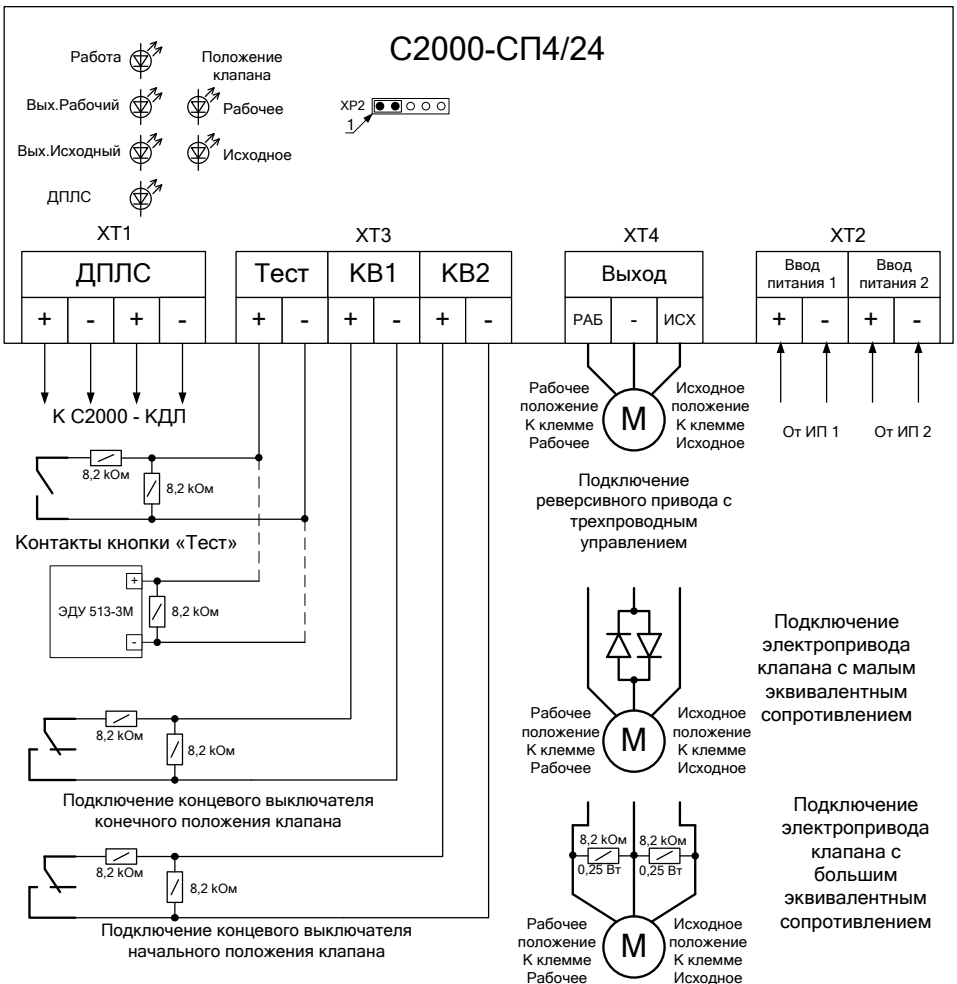

Рисунок 1. Схема внешних соединений.
2.1.6 При подключении к блоку исполнительных устройств с эквивалентным сопротивлением от 250 Ом до 50 кОм подключение осуществляется напрямую, установки каких либо дополнительных элементов не требуется (см. рис.1).
2.1.7 При эквивалентном сопротивлении нагрузки менее 250 Ом необходимо последовательно с исполнительным устройством подключить диод соответствующей мощности (1N4007, если рабочий ток не превышает 1А либо 1N5406 при рабочем токе более 1А), установить который необходимо в непосредственной близости от исполнительного устройства (см. рис.1). При питании от источника переменного напряжения необходимо установить 2 диода встречно параллельно.
2.1.8 При эквивалентном сопротивлении нагрузки более 50 кОм необходимо параллельно с исполнительным устройством подключить резистор номиналом менее 50 кОм соответствующей мощности (рекомендуемый номинал 8,2 кОм – 0,25 Вт), установить который необходимо вблизи от исполнительного устройства (см. рис.1).
2.2.6 Подключение концевых выключателей выполнить согласно схеме (Рис.1).
2.3.7 ЭДУ 513-3М, УДП 513-3М и иные кнопки или переключатели следует подключать их согласно схеме внешних соединений (Рис.1).